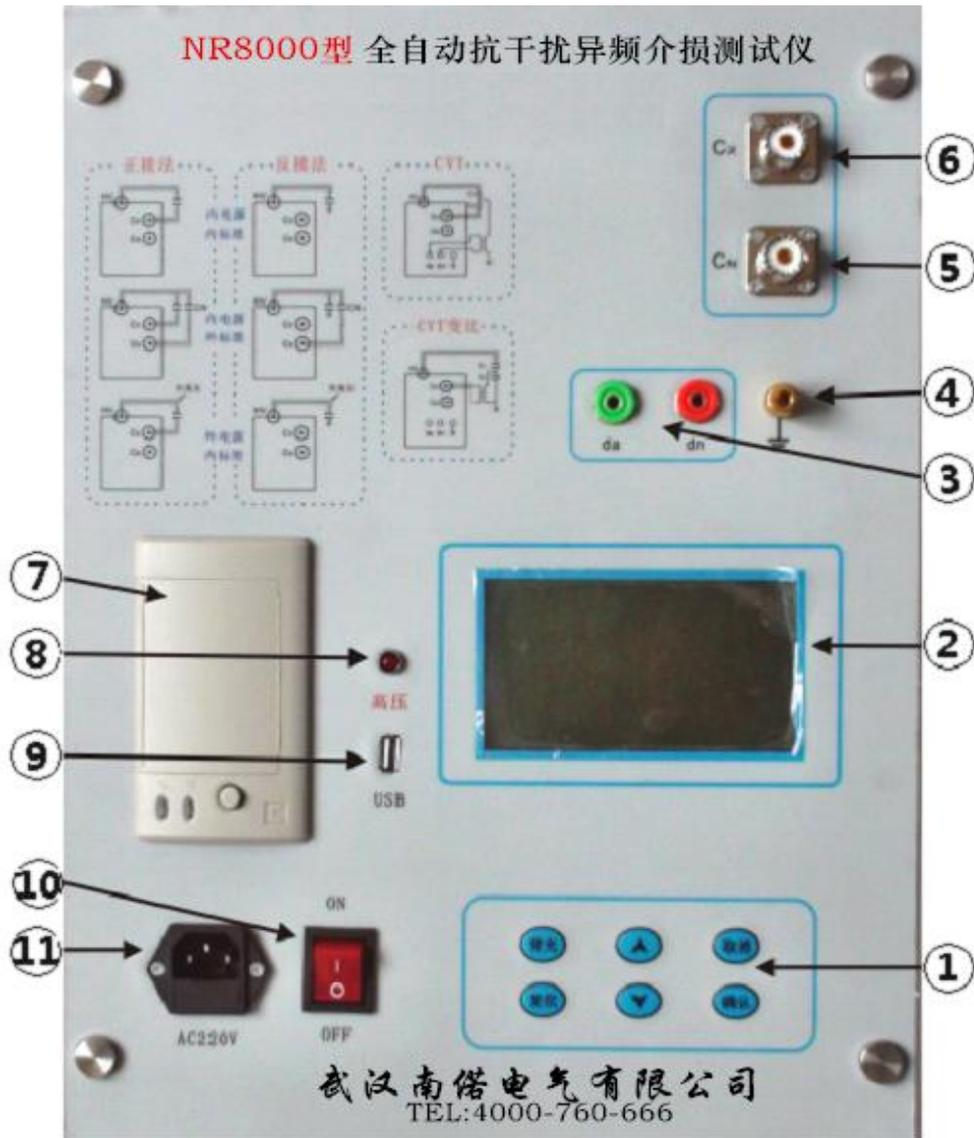

图 5—1
安装位置：如图 5—1—①。
安装位置：如图 5—1—②。
5.3、① da
安装位置：如图 5—1—③
安装位置：如图 5—1—④。
安装位置：如图 5—1—⑤
安装位置：如图 5—1—⑥。
安装位置：如图 5—1—⑦。
安装位置：如图 5—1—⑧
安装位置：如图 5—1—⑨。
安装位置：如图 5—1—⑩。
安装位置：如图 5—1—⑪。
安装位置：如图 5—2—⑫，外设保护门。